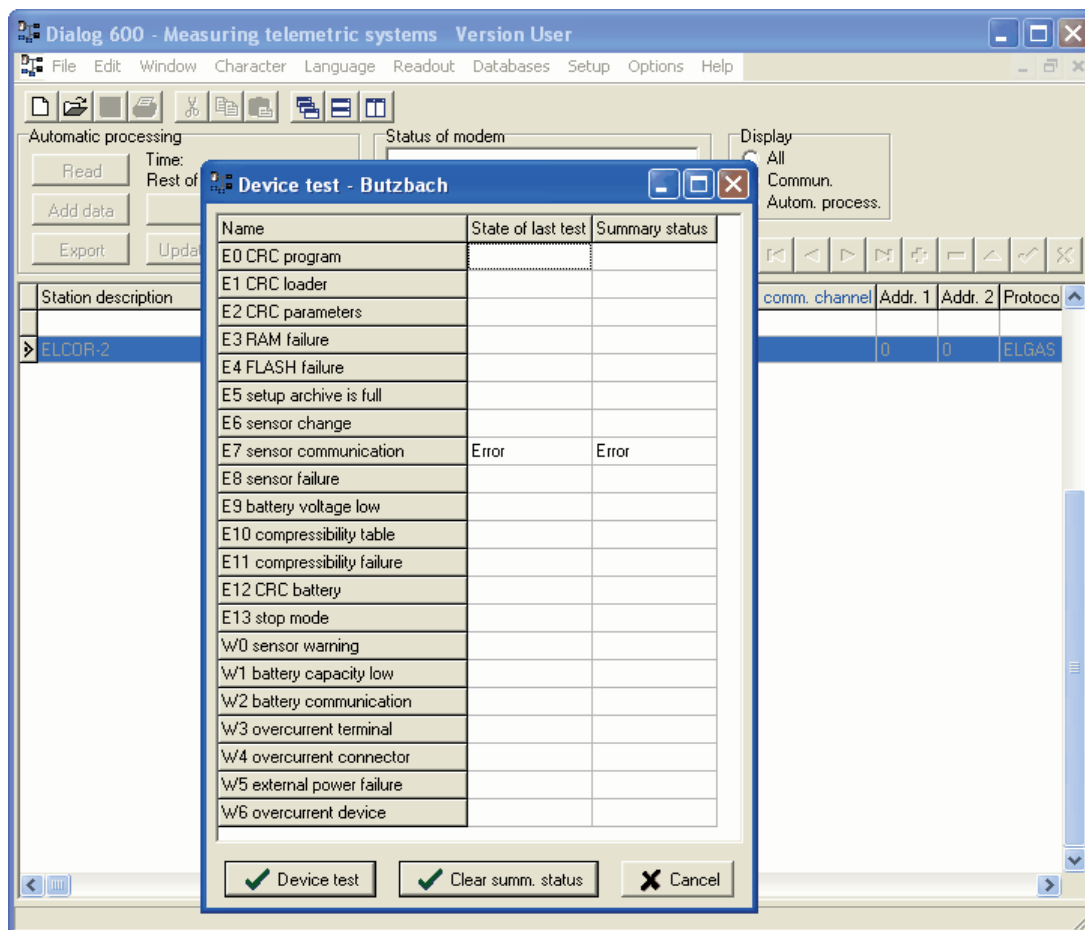

Abb. 35: Anzeige der Gerätediagnose
b) In der SW auf dem PC (Abb. 35)